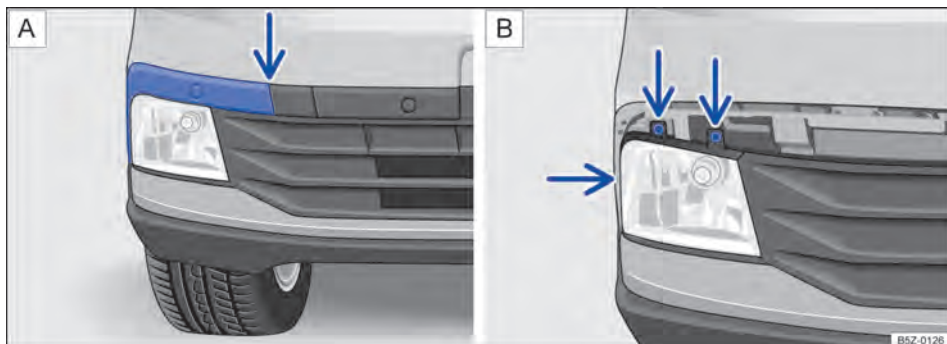

Fig. 152 No para-choque dianteiro: Ⓐ desinstalar a moldura do farol de neblina e Ⓑ retirar os parafusos do farol de neblina.
Desencaixar a moldura, cuidadosamente → Ⓛ, primeiramente pelo local indicado pela seta → Fig. 152 A. Remover completamente para acessar os parafusos do farol de neblina.
4. Retirar os parafusos indicados pelas setas → Fig. 152 B.
14. Recolocar os parafusos indicados pelas setas → Fig. 152 **B** para fixar o farol de neblina.
15. Recolocar a moldura da esquerda para a direita → Fig. 152 **A**.